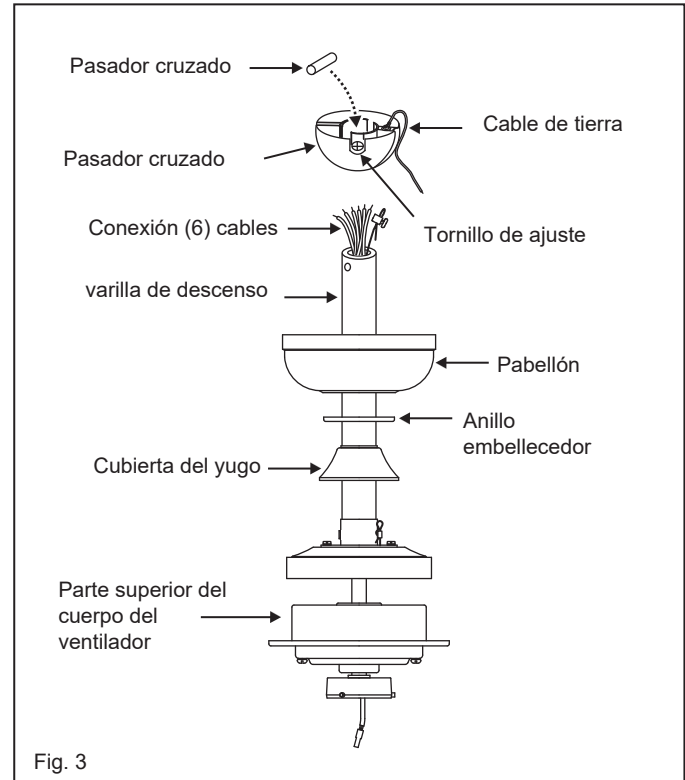

Fig. 3
- 6 Deslice la cubierta del yugo, el anillo embellecedor y el dosel sobre la varilla bajante. (Fig. 3)
- 1 Retire la placa de pared existente y el interruptor viejo de la caja de salida de la pared. (Fig. 3)